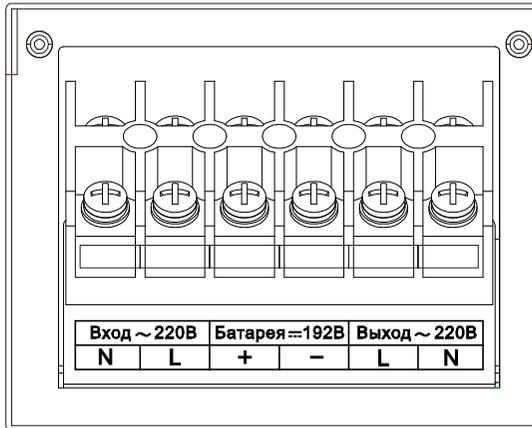

Рисунок 9 – Внешний вид клеммного блока ИБП ATS 6000 R-F, ATS 10000 R-F
подключения батареи (см. рисунок 9), а затем к соединителю на задней панели БМ. Разъем кабеля необходимо вставить до полной посадки в ответную часть;
- для ИБП мощностью 6, 10 кВА строго соблюдая полярность подключить батарейный кабель к винтовым зажимам клеммного блока на задней панели ИБП, предназначенным для подключения батареи (см. рисунок 9). Установить защитный кожух клеммного блока на место.